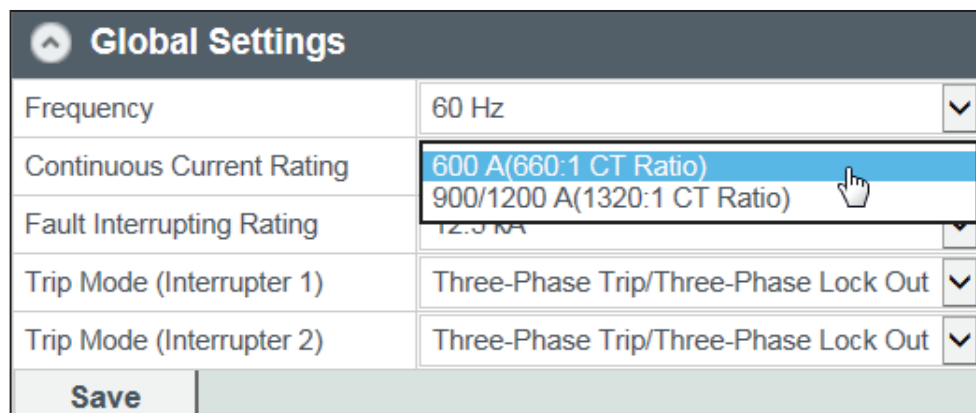

Figura 18. Seleccione la corriente continua desde el menú Global Settings.
PASO 3. Desde el menú **Global Settings**, seleccione la capacidad de corriente continua de 600 A (Relación 660:1 CT). Vea la Figura 18.